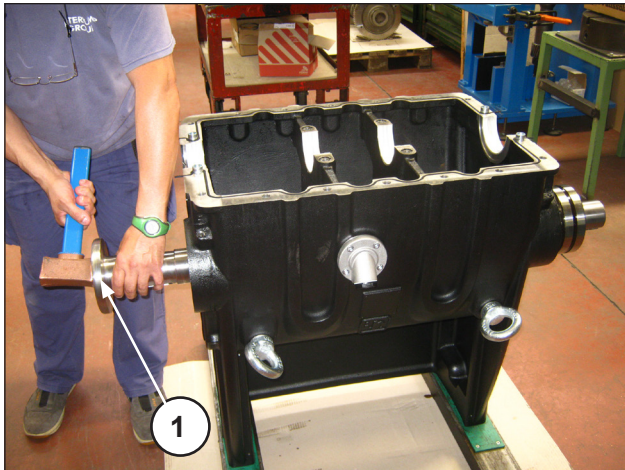

Abb. 47
Ziehen Sie die Zapfwelle wahlweise von einer der beiden Seiten mithilfe eines Schlagwerks mit zugehörigem Dorn heraus, damit das Rollenlager aus seinem Sitz austritt (Pos. ①, Abb. 47).